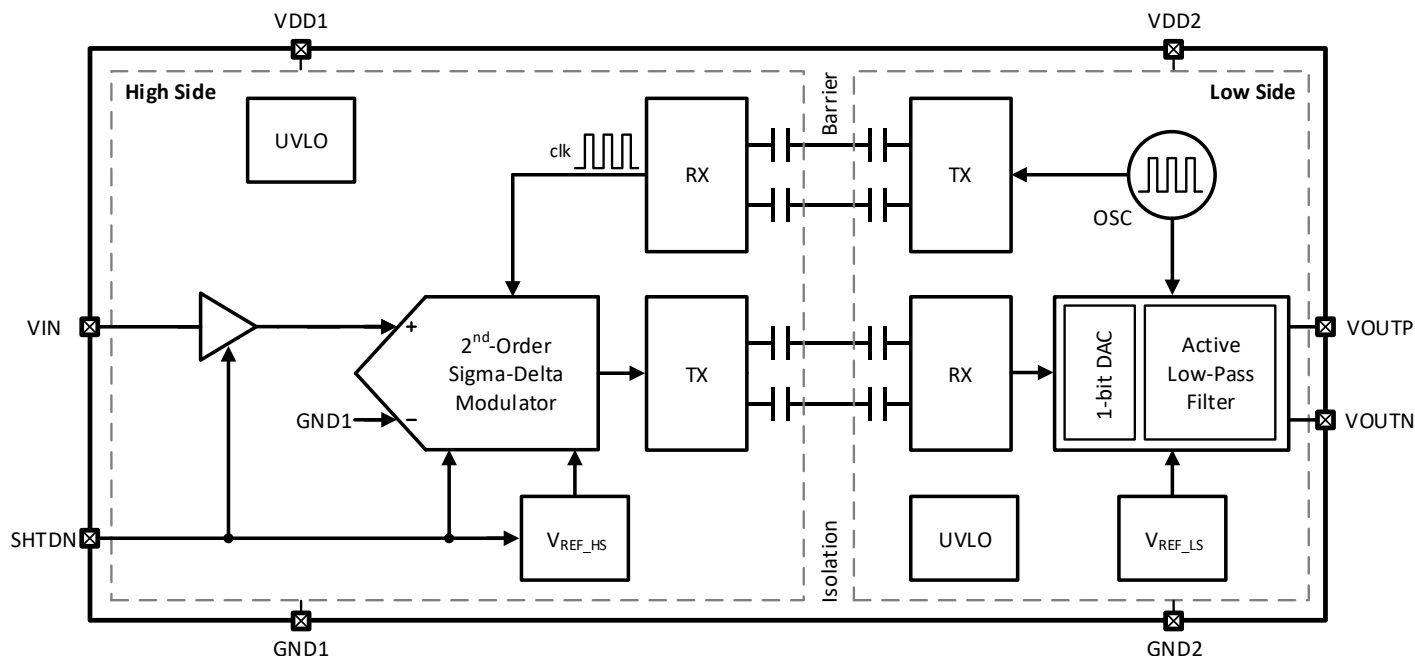

图 9-1 CA-IS1311 功能框图
CA-IS1311 器件是为电压检测而设计的高精度增强型隔离式运放。功能框图如图 9-1 所示。在高边，高输入阻抗缓冲器驱动二阶 Sigma-Delta ( $\Sigma\Delta$ ) 调制器。该调制器将模拟信号转换成数字位流。为了在基于二氧化硅的隔离层的信号传输，数字位流通过使用简单的开关键控 (OOK) 调制方案和高频载波进一步调制。接收机 (RX) 在低边将接收到的调制信号恢复成原始的数字位流。经过 1 位数模转换器 (DAC) 处理后，数字位流被送到有源低通滤波器继而产生模拟输出。为了整个芯片的同步，时钟在低边产生并发送回高边，确保所有的时钟同源。